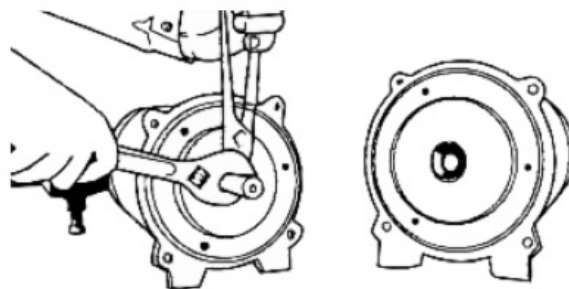

Figure 13 : Retirer le venturi
4. Sur les modèles de 1/2 HP, tenez la roue avec des pinces et dévissez le tube de venturi. Sur les modèles à 3/4 et 1 HP, le tube de venturi est vissé dans la carcasse de la pompe (figure 13).